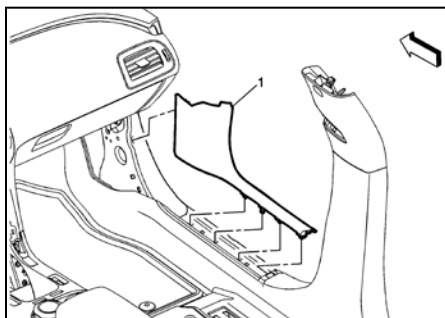

Fig. 2
6. Tire hacia arriba y hacia atrás el borde trasero, para retirar el ensamblaje del dispositivo de retención de la alfombra del piso de la abertura de la puerta del lado delantero (ver Fig. 2).